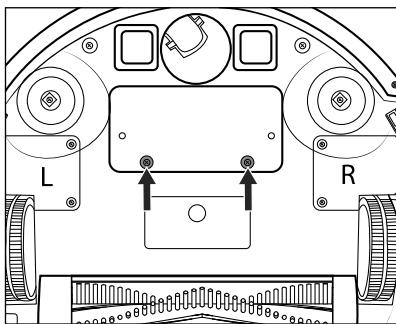

Fig. 16
① ATTENZIONE!
① Nota
- Allentare le due viti della copertura del vano batteria 29 (vedere fig. 16) situata sul lato inferiore dell'apparecchio con un cacciavite a croce e rimuoverle dall'apparecchio.